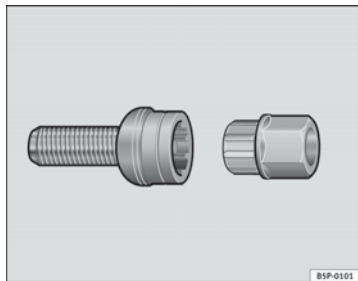

Fig. 151 Boulons de roue antivol
- Introduisez l'adaptateur au maximum dans le boulon antivol de la roue ⇒ fig. 151.